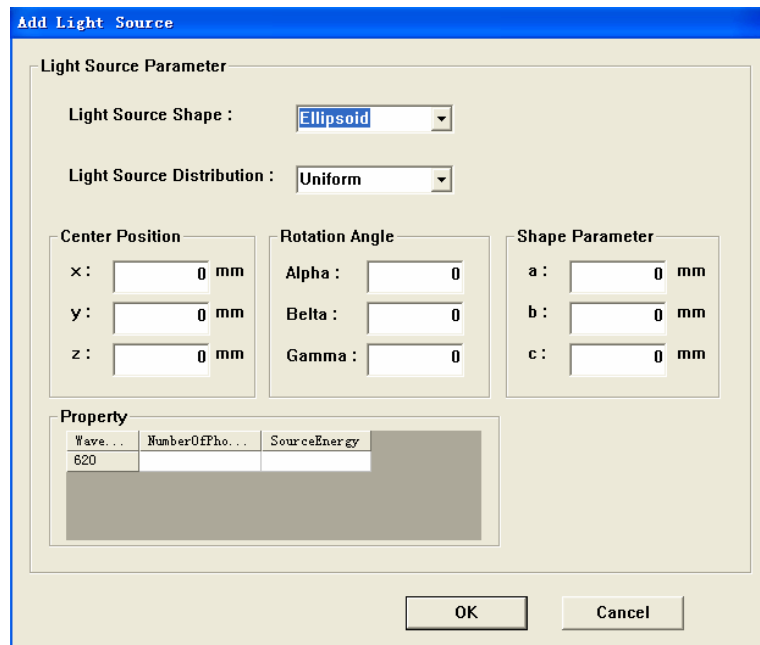

图 8-3. 添加光源对话框
a. 点击 **Add Light Source** 可添加普通规则形状光源，输入界面如图 8-3: